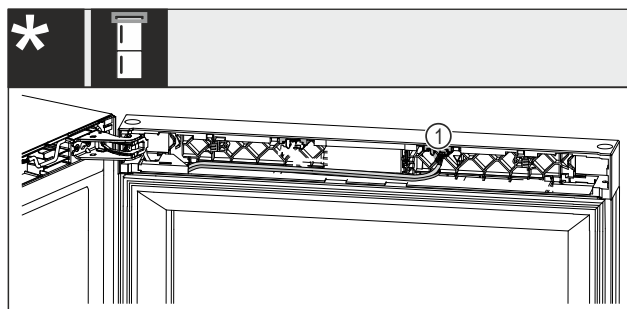

Fig. 25 Combinazioni vino-congelatore\*
- ▶ Estrarre la spina Fig. 25 (1) dal nido.\*